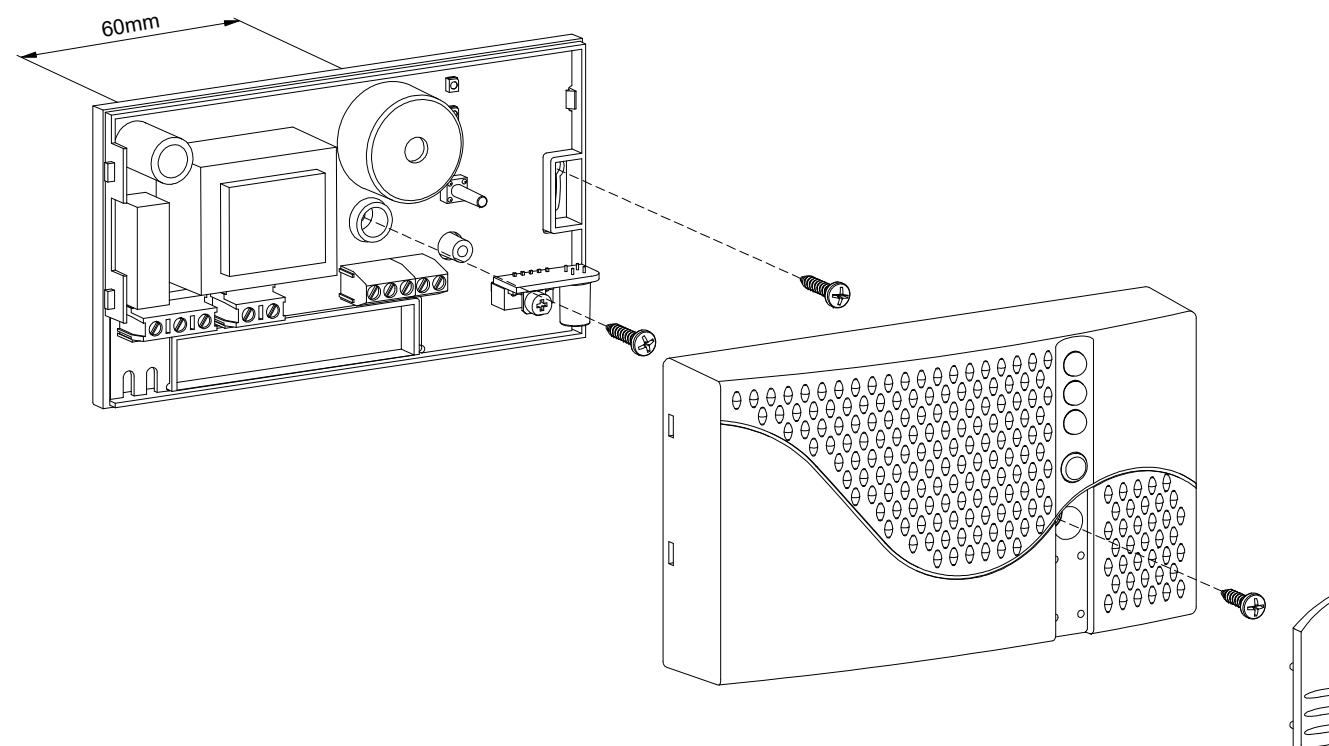

Fig. 2: Exemple d'installation du SEGUGIO *plus* -
3. Retirer le boîtier selon les indications de la Fig. 2.